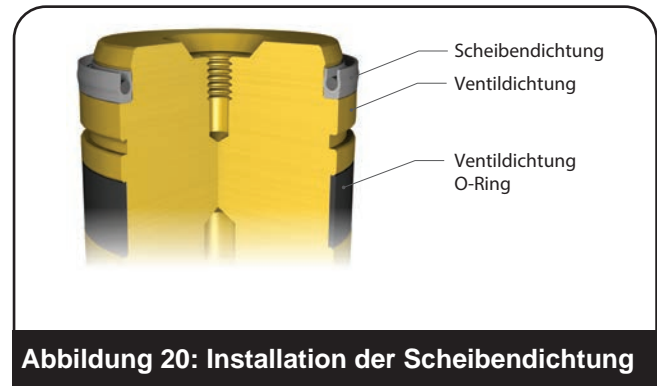

Abbildung 20: Installation der Scheibendichtung
- Achten Sie bei Teflondichtungen auf die Unversehrtheit der Teflondichtung und der Dichtungsfeder. Installieren Sie die Scheibendichtung am Außendurchmesser der Scheibe am gegenüberliegenden Ende des Scheibensitzes, wie in Abbildung 20 gezeigt.